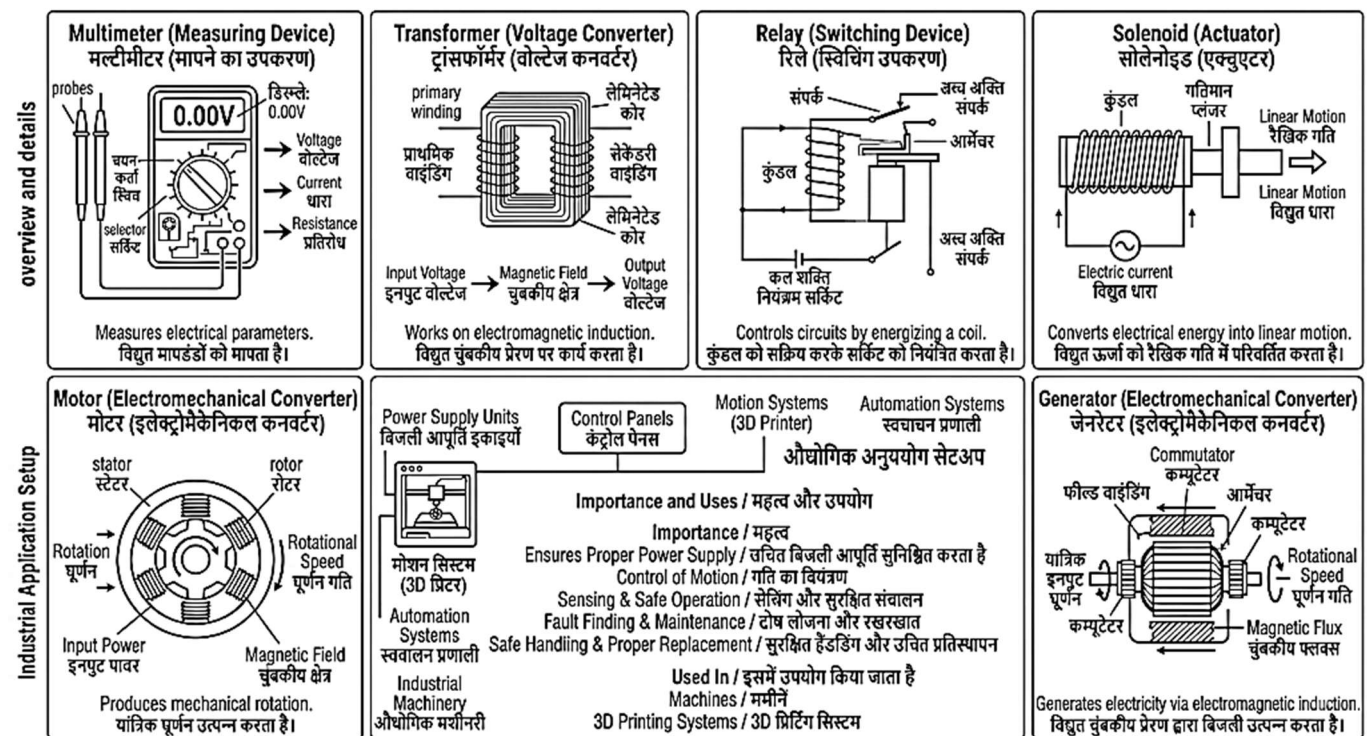

Fig. 16.1: Electrical Measuring, Switching and Electromechanical Devices | विद्युत मापन, स्विचिंग और विद्युत-यांत्रिक उपकरण
16.1.1 Definition and Importance (Fig. 16.1)
16.1.1 परिभाषा और महत्व (Fig. 16.1)